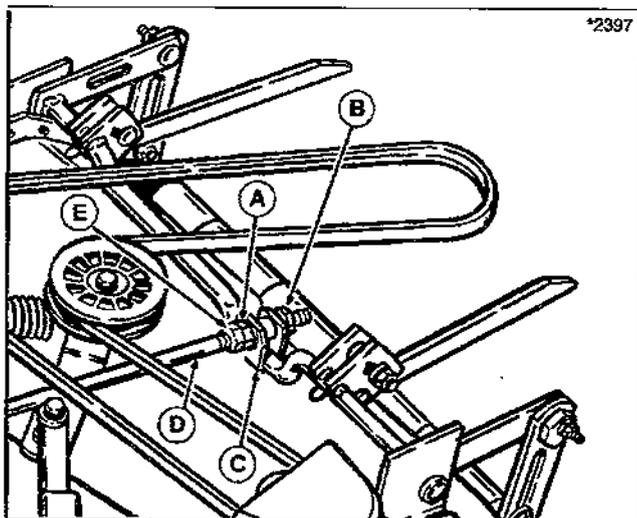

Figure 24. Réglage d'avant en arrière
2. Positionner les lames d'avant en arrière. Mesurer les distances des points des lames au sol (mesurer à l'avant et à l'arrière de la lame). Sur le plateau de coupe de 34", la distance à l'avant doit être supérieure de 6 mm par rapport à l'arrière. Pour le réglage, voir figure 24.
- a) Pour relever l'avant du plateau de coupe, desserrer le contre-écrou (E) et l'écrou de réglage (A). Tourner l'écrou arrière (B) vers le support (C) pour raccourcir la tringie (D).
- b) Pour abaisser l'avant du plateau de coupe, desserrer l'écrou (B), et le support (C) va reculer pour rallonger la tringie (D).
- c) Révérer les écartements avant de resserrer les écrous (A) et (E) contre le support.